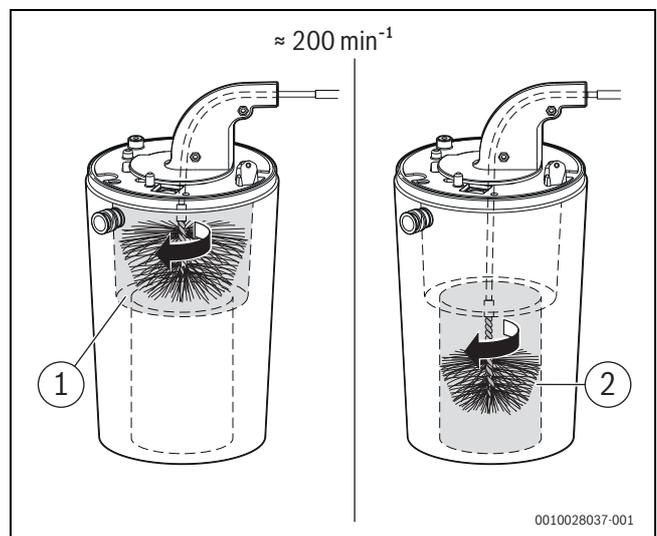

Bild 67 Wärmeblock reinigen (ca. 200 min-1, nur Rechtslauf)
- Mit kleiner Bürste für den unteren Bereich wiederholen (→ Bild 67, [2]).